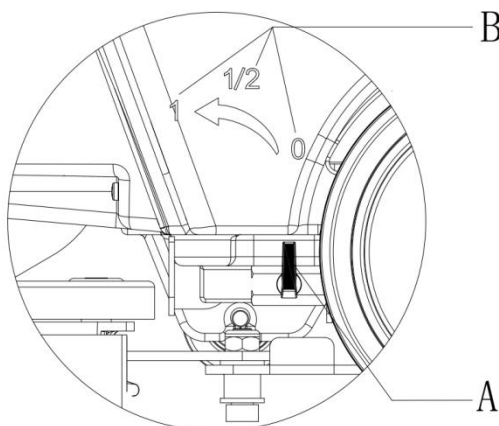

Figura 7
Butonul de alimentare energie (45) trebuie să fie închis, pe poziția "o" înainte de ajustarea comutatorului supapei (A, Figura 7).
Ajustați comutatorul supapei pentru a regla volumul debitului de apă în funcție de necesarul real. B din Figura 7 arată volumul debitului de apă.